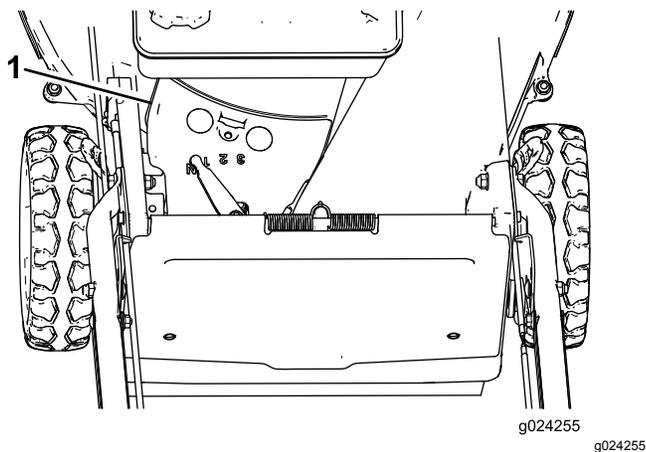

Figura 29
3. Retire a cobertura (Figura 29) da estrutura.